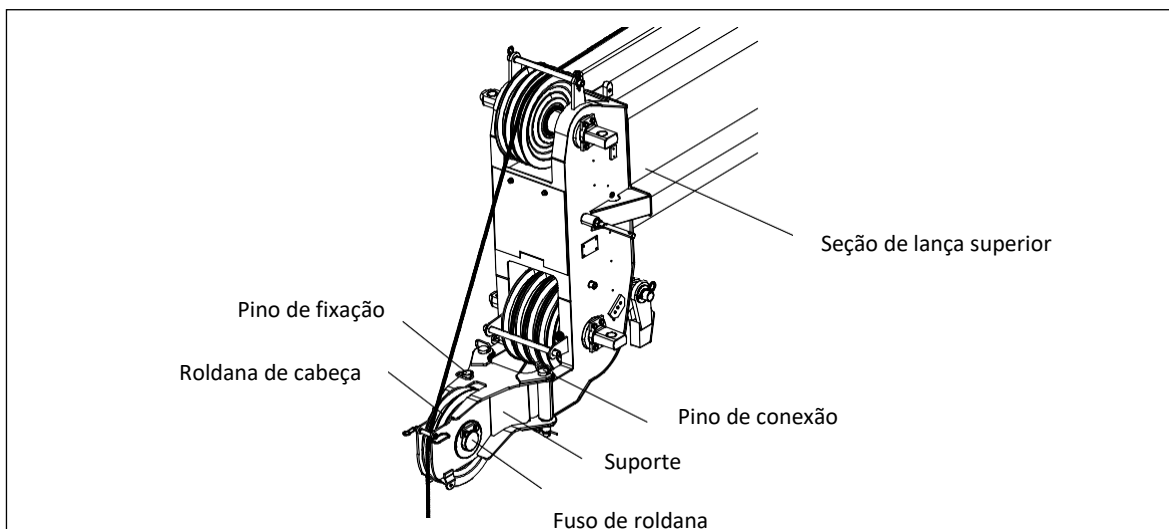

Figura 7-49 Roldana de içamento Auxiliar
- B. Quando não for necessário utilizar a roldana de cabeça, verifique se está conectada ao lado da lança. Consulte a figura 7-49.